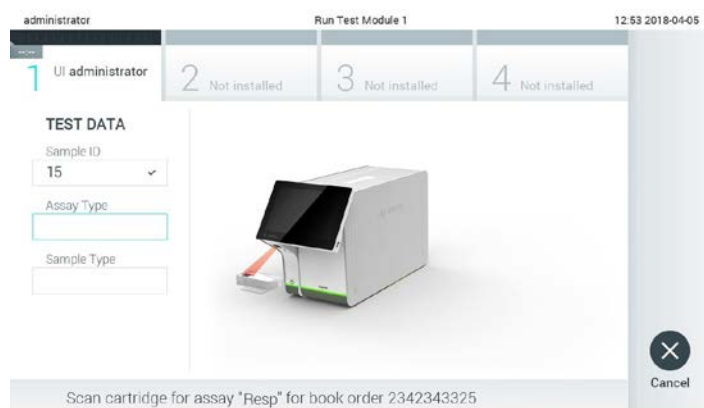

Figura 74. Escaneo del código de barras del cartucho de ensayo QIAstat-Dx.
4. Cuando la solicitud de prueba se ha recibido correctamente del host, se mostrará "Scan cartridge for assay <assay_name> and book order <order_number>" (Escanear cartucho para el ensayo <nombre_de_ensayo> y solicitud de reserva <número_de_solicitud>). Escanee el código de barras del cartucho de ensayo QIAstat-Dx específico (figura 74).